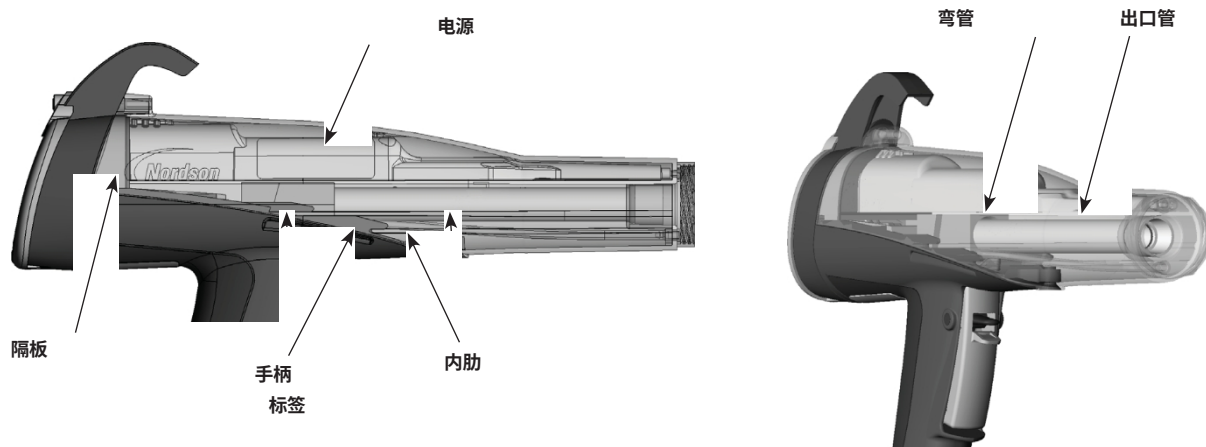

图 15 重装喷枪
1. 见图 15。将枪体与手柄对准并滑动到一起，使枪体的内肋与手柄的卡舌啮合。